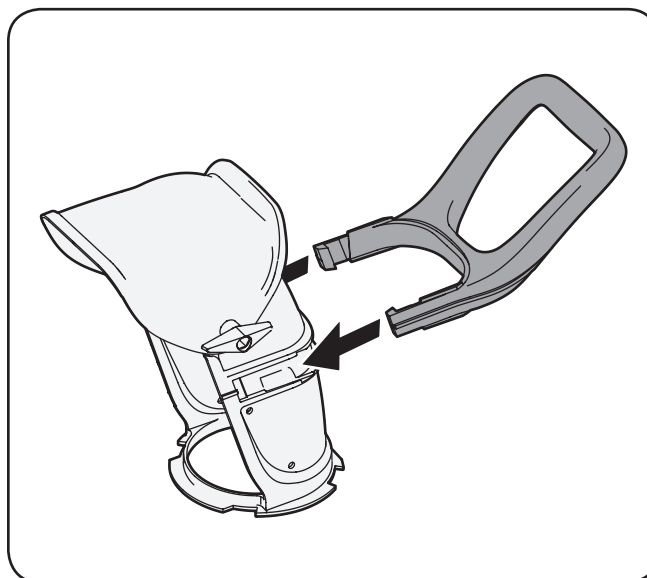

Figura 3-3
3. Sujete la manija del canal de descarga al canal de descarga, como se indica en la Figura 3-3.